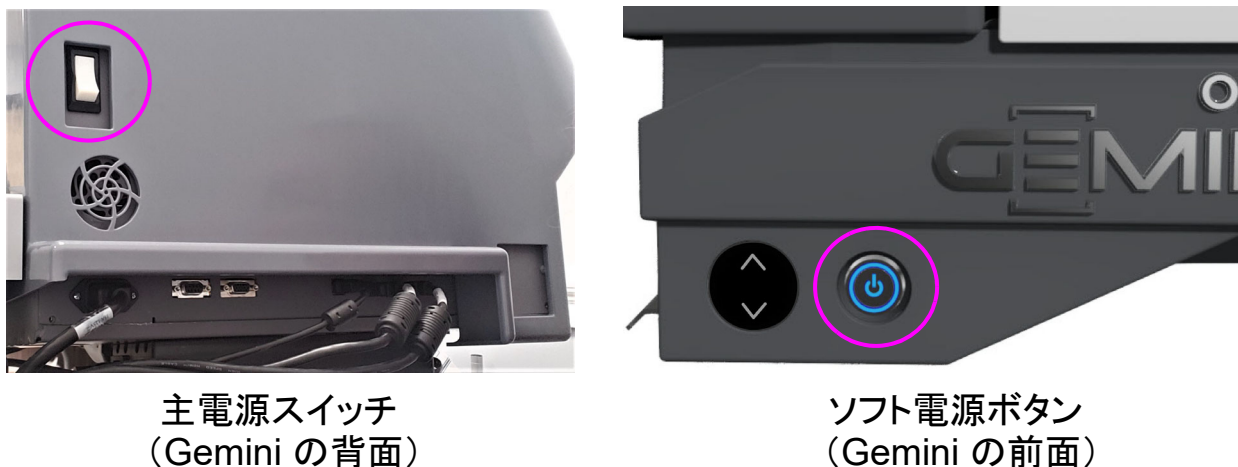

図 3-1 : 電源を入れる
2. スキャナの主電源スイッチをオンにします（図 3-1）。スキャナ前面のソフト電源ボタンを押したままにし、ボタンが青色に変わったら放します。